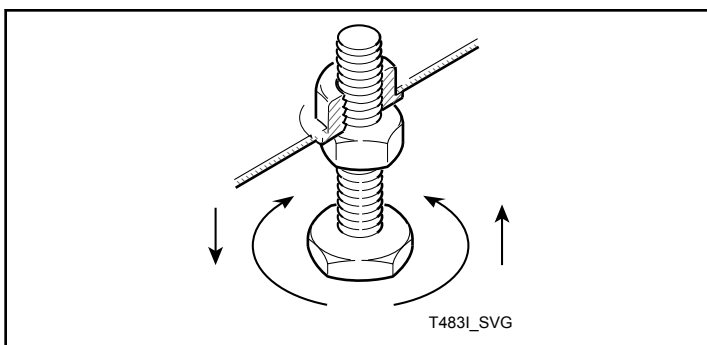

Рис. 3
5. Установите сушильную машину на ее постоянное место. Регулируйте выравнивающие ножки до тех пор, пока устройство не выровняется или его передний край не станет выше не более чем на 3,3 мм [0,13 дюйма]. См. Рис. 3. Сушильная машина не должна качаться. Заблокируйте выравнивающие ножки предварительно установленными гайками.